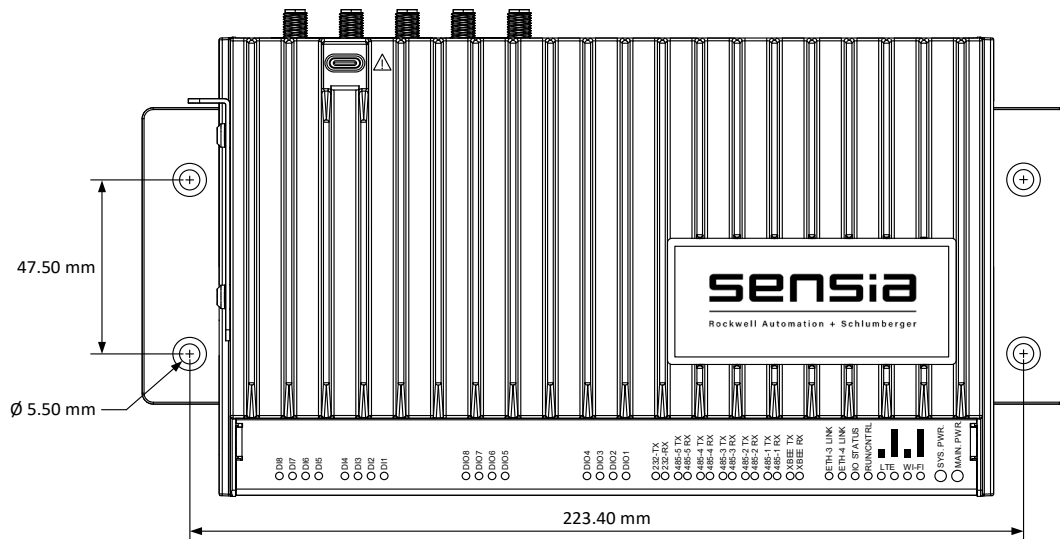

Figura 3.2 – Dimensiones de montaje del panel HCC2
1. Haga orificios de fijación o puntos de fijación en el panel utilizando las dimensiones del centro del orificio que se muestran en la Figura 3.2.